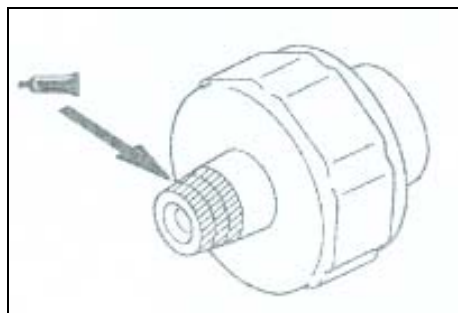

图 6-4
- (6) 卸下油压表见图
- (7) 在油压开关的螺纹上涂密封剂(见图 6-4)。半干性密封剂：DA4G18 发动机为三接合剂 1215 或相当密封剂。